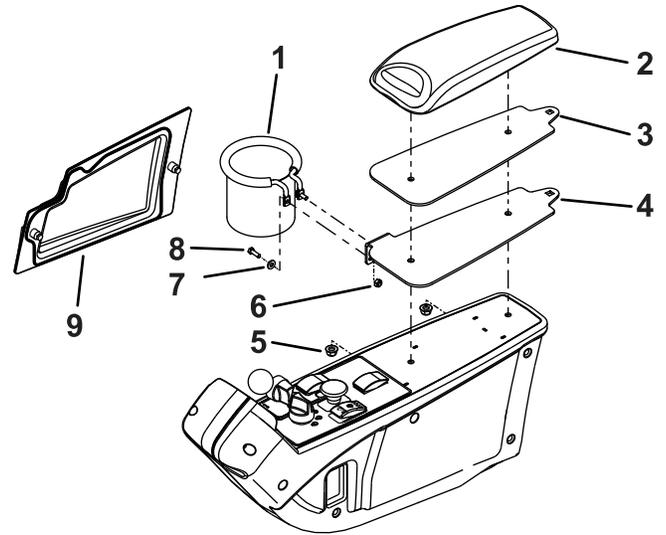

图 3
1. 卸下扶手面板以便接触到扶手五金件图 3。
2. 卸下固定扶手垫的螺母。丢弃现有扶手支架图 3。
3. 用之前卸下的螺母将新扶手支架和扶手垫安装到扶手上图 3。
4. 如图 3 所示用 2 个螺栓#10 x 5/8 英寸、2 垫圈和 2 个锁紧螺母#10将饮料架安装到扶手支架上。
5. 安装扶手面板图 3。